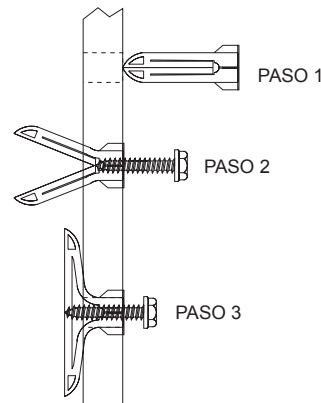

Figura 12
- 3b. Después de ubicar los orificios de montaje, perforo dos orificios de 5/16 pulgadas de diámetro en la pared. Inserte los dos anclajes de expansión de plástico en los orificios. Inserte dos tornillos # 10 x 1 1/2-inch suministrados en el kit del ventilador en dos anclajes de expansión de plástico. No apriete completamente la cabeza del tornillo a los anclajes de expansión de plástico, deje una separación de 7/16 pulgadas entre los tornillos y los anclajes de expansión de plástico. Consulte la **Figura 12**.
- 7b. Después de ubicar los orificios de montaje, perforo dos orificios de 5/16 pulgadas de diámetro en la pared. Inserte dos anclajes de expansión de plástico en los orificios. Inserte dos tornillos # 10 x 1 1/2-inch suministrados en el kit del ventilador en dos anclajes de expansión de plástico. No apriete completamente la cabeza del tornillo a los anclajes de expansión de plástico, deje una separación de 7/16 pulgadas entre los tornillos y los anclajes de expansión de plástico. Consulte la **Figura 12**.